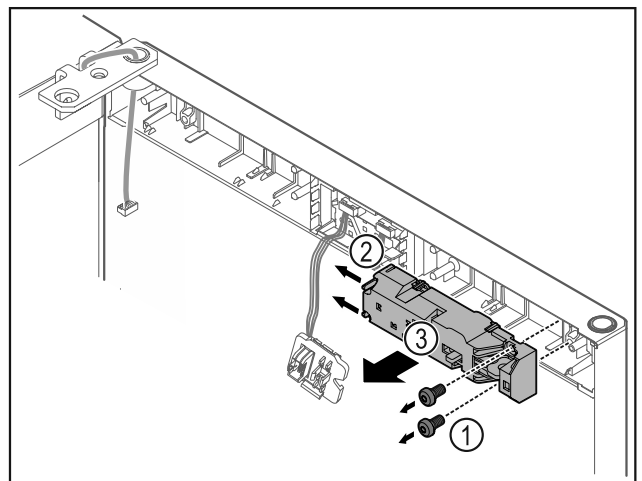

Fig. 23
- ▶ Schrauben Fig. 23 (1) entfernen.
- ▶ Rastnasen Fig. 23 (2) zur Seite drücken und Fernschloss Fig. 23 (3) abnehmen.